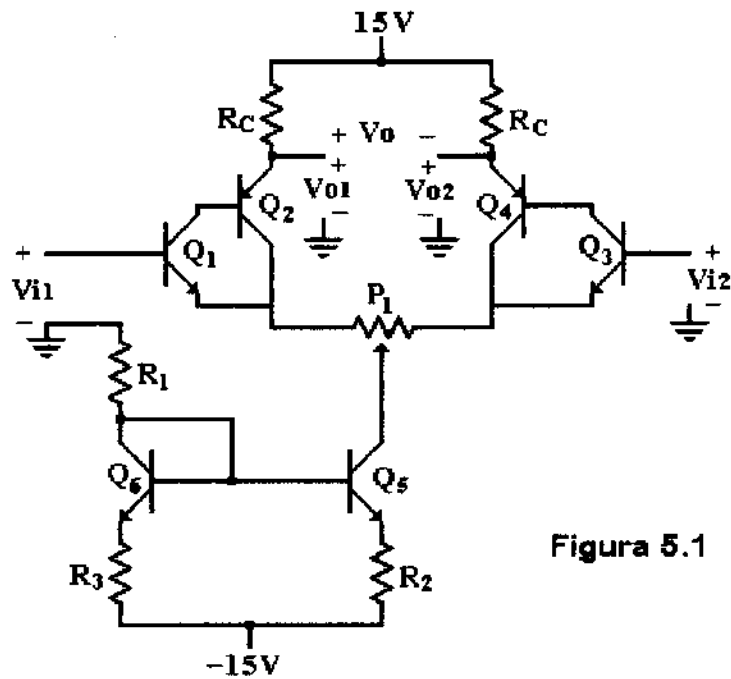

Figura 5.1
- 1.- Para el circuito de la figura 5.1 calcule el valor de  $R_2$  para que  $I_{CQ} = 15 \text{ mA}$ .
- 1.- Arme el circuito de la figura 5.1 con los valores que calculó para las resistencias.